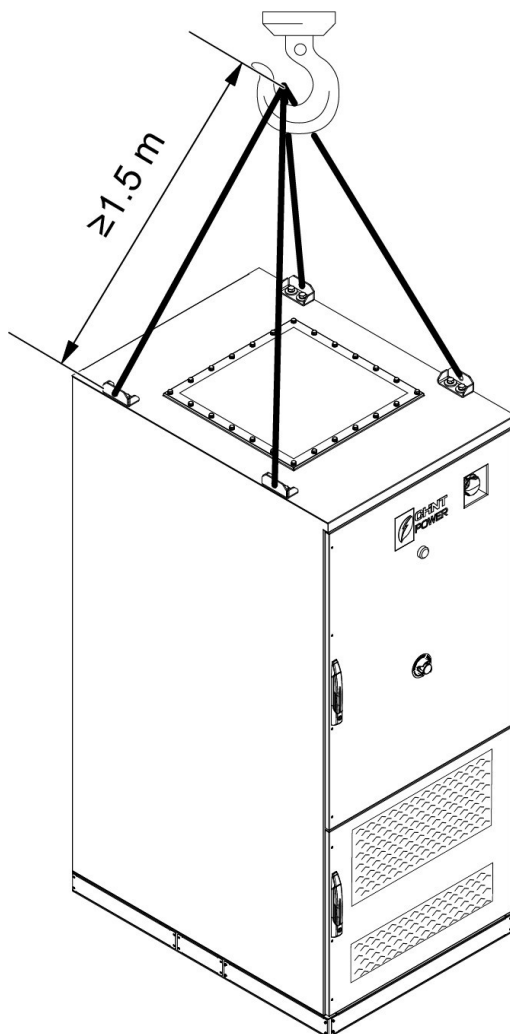

Fig. 3-3 Içamento
- O comprimento de cada cinta de içamento deve ser superior a 1,5 m, conforme mostrado na Fig. 3-3 Içamento.